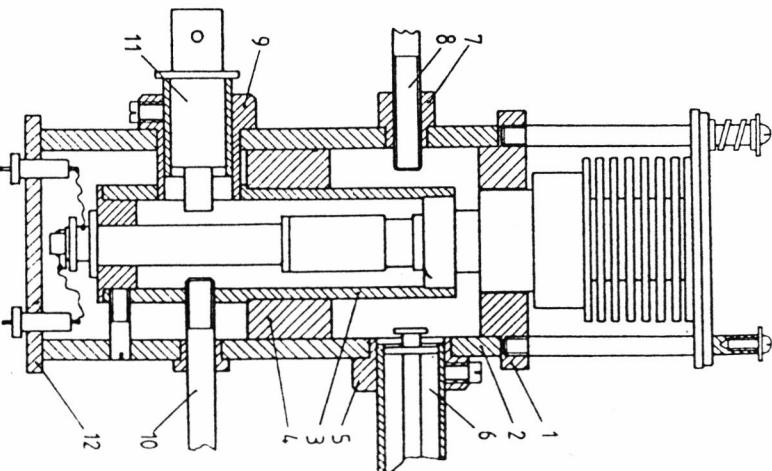

Bild 2: Übersichtszeichnung der Endstufe für das 6-cm-Band
Den Hauptteil der Stufe bilden zwei Messingrohre die mit Hilfe eines gedrehten Rings ineinander gepresst werden (Bild 2). Um einen zentrischen Aufbau erreichen zu können, wird das spätere Innen-(Gitter)Rohr (3) in einem Arbeitsgang innen auf 13,20 mm (Sitz für den Gitterring) und außen auf 16,60 mm (Passung für den Zwischenring) gedreht (Bild 3). Der vorbereitete Ring (4) wird nun mit Hilfe eines Schraubstocks auf das Innenrohr aufgepresst und eventuell sauber verlötet.